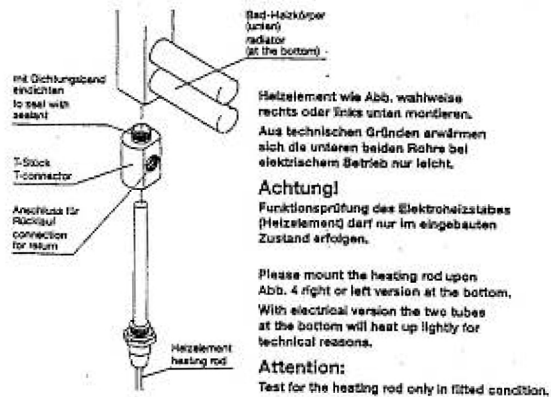

Abb. 5
2. Montage des Elektroheizstabes (Abb. 5). Elektroheizstab direkt (ohne T-Stück) in eine der unteren Anschlussmuffen eindichten. Achtung! Vor Betrieb des Heizstabes Flüssigkeit einfüllen.